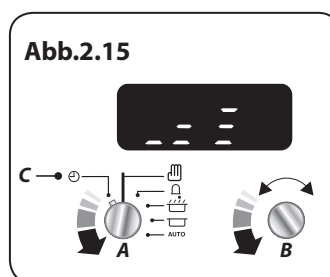

Abb.2.15
Drehen Sie den Einstellknopf Timer (A) in die Stellung Uhr (C). Drehen Sie den Einstellknopf (B) gegen den Uhrzeigersinn, bis die Klangstäbe angezeigt werden (**Abb.2.15**).